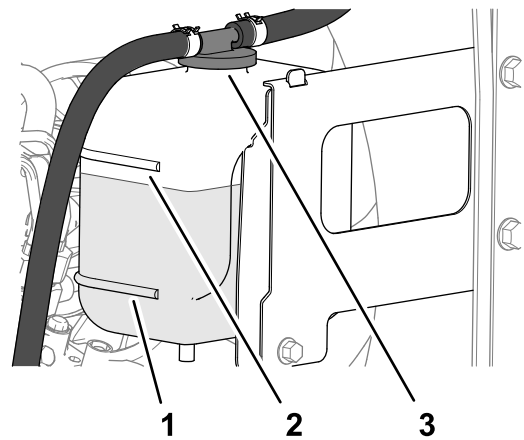

Figura 103
3. Compruebe el nivel de refrigerante en el depósito de expansión (Figura 103).